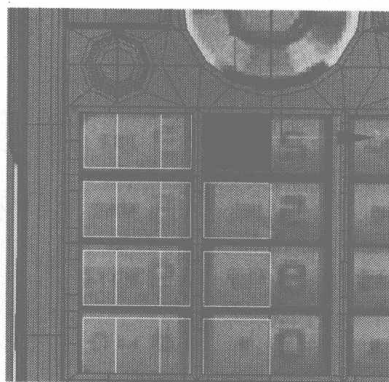

图 4.575
- 37** 将如图 4.575 所示的面分离，单击右键，在弹出的快捷菜单中选择 Hide Selection 命令，将选择的其